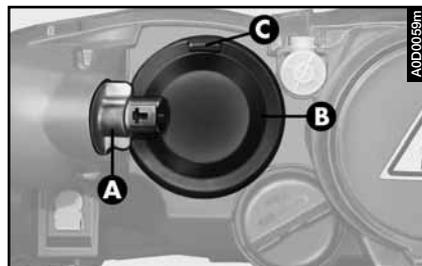

fig. 29
– Tourner dans le sens inverse des aiguilles et défilet le porte ampoule (**A- fig. 29**) du clignotant, sans détacher le connecteur, pour augmenter l'espace de manœuvre.